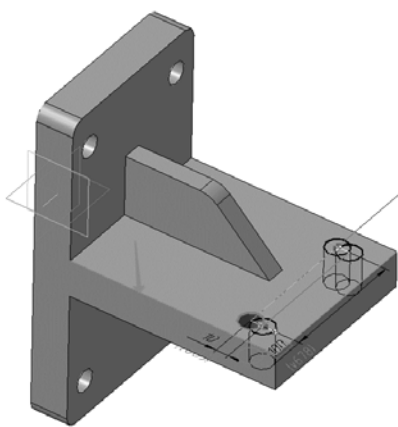

Рис. 81. Выбор второй оси массива
7.9 В модели укажите прямолинейное ребро, которое будет являться второй осью массива (рис. 81).